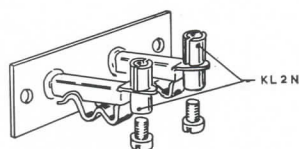

Fig. B19
11. Bevestig aan de stekerbuisplaat twee draadklemmen KL 2 N, nadat je de aansluitlippen van deze stekerbuisplaat met een tangetje hebt omgebogen. Voor het vastzetten gebruik je weer de korte boutjes. Zie fig. B19.